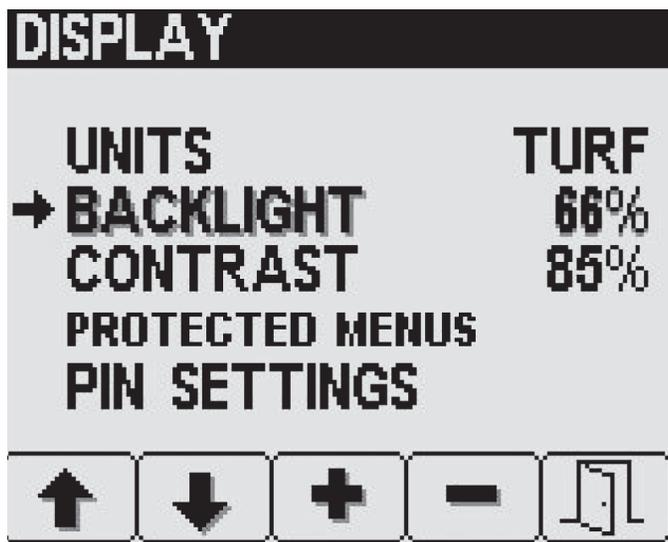

Figura 28
2. En la pantalla del menú Mostrar, pulse el botón 2 para desplazarse a la opción Retroiluminación o la opción Contraste (Figura 28).
3. Pulse el botón 3 (aumentar) o el botón 4 (reducir) para ajustar la retroiluminación o el contraste de la pantalla LED (Figura 28).